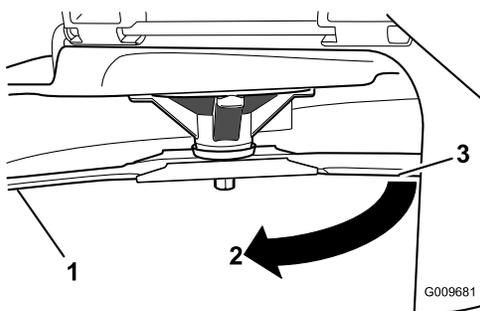

Figura 45
4. Gire la misma cuchilla 180 grados de manera que el otro filo de corte esté en la misma posición (Figura 45).